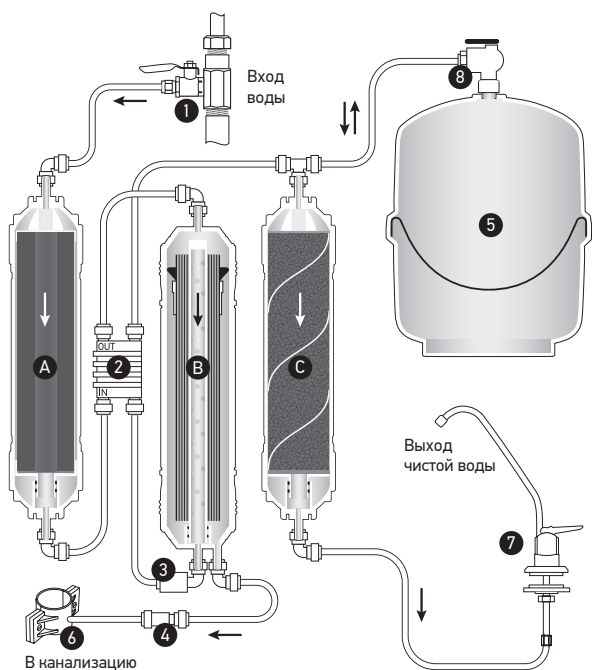

Рис.2. Принципиальная схема подключения фильтра Eonic Osmos O300.
Исходная водопроводная вода сначала проходит через фильтрующий элемент (А) предварительной очистки из прессованного (спеченного) активированного угля из скорлупы кокосового ореха (Рис.2).
- Установить в водопроводную магистраль холодной воды тройник и шаровый кран (1) (см. Рис.2).
- Собрать с помощью входящей в комплект поставки пластиковой трубки (шланга) систему «магистраль → система обратного осмоса → кран» в соответствии со схемой подключения (см. Рис.2).